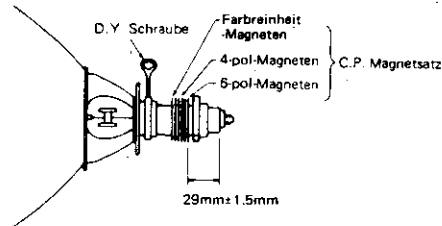

Abb. 7
- (1) Lösen Sie die Ablenkeinheit und entfernen Sie die Gummikeile auf der Bildröhre, die den genauen Abstand der Ablenkeinheit zur Bildröhre bestimmen.
- (2) Entfernen Sie vorsichtig den Klebstoff von der Bildröhre und der Ablenkeinheit.
- (3) Stellen Sie ein Gittermuster ein.
- (4) Schieben Sie die Ablenkeinheit bis an die Bildröhre.
- (5) Die Farbreinheits-Konvergenzmagnete auf dem Hals der Bildröhre bringen Sie in eine Position, wie sie in der Abb. 7 beschrieben ist.
- (6) Entmagnetisieren Sie die Bildröhre.